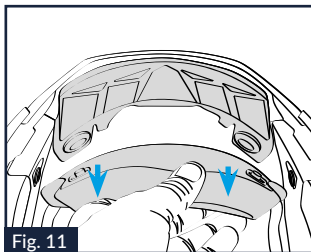

Fig. 11
8.1. Tirer la partie arrière de la mousse intérieure de confort vers l'intérieur du casque pour décrocher les deux boutons latéraux se trouvant au dos des logements correspondants situés sur le support arrière fixé à la calotte interne en polystyrène (Fig. 11).
9.4. Accrocher les deux boutons latéraux se trouvant au dos de la partie arrière de la mousse intérieure de confort aux logements correspondants situés sur le support arrière fixé à la calotte interne en polystyrène (Fig. 11).